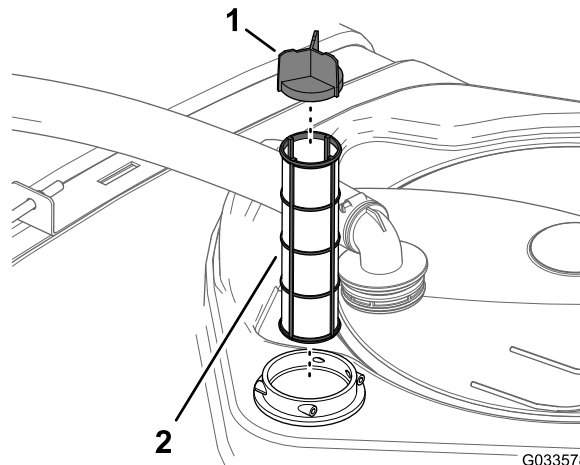

Figura 145
4. Retire el filtro de aspiración usado del alojamiento del filtro del depósito (Figura 145).